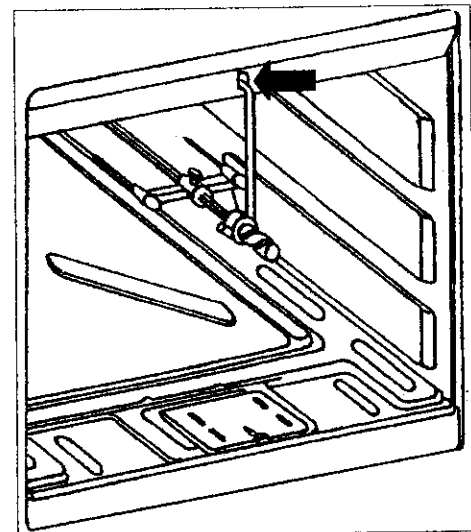

fig. 7
6. Positionnez le support de broche dans l'orifice situé sur l'encadrement supérieur avant du four (fig. 7).